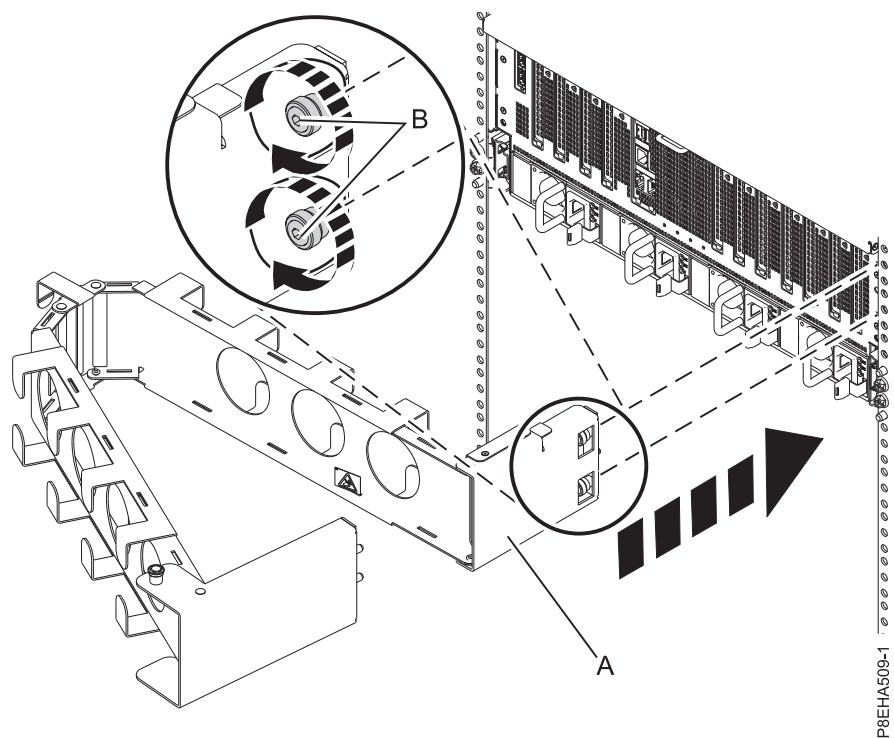

Figura 18. Conectando a placa interna ao chassi do sistema
1. Conecte a placa interna (A) ao chassi do sistema apertando manualmente os dois parafusos cativos (B) por meio dos furos roscados no chassi, conforme mostrado em Figura 18 na página 18. Depois, use a ferramenta hexa T25 que foi incluída em seu sistema para apertar mais os parafusos.